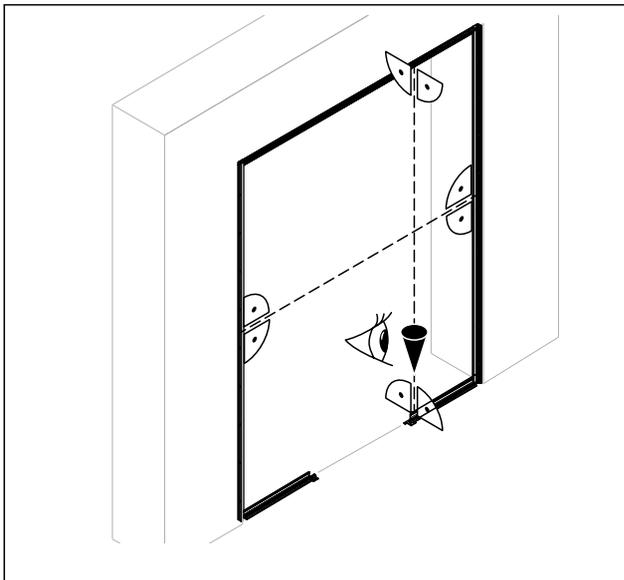

Abb. 18 Die Flucht der Anlage markieren
1. Die Flucht der Anlage (Abb. 18) am Boden, z. B. mit einer Schlagschnur, markieren.